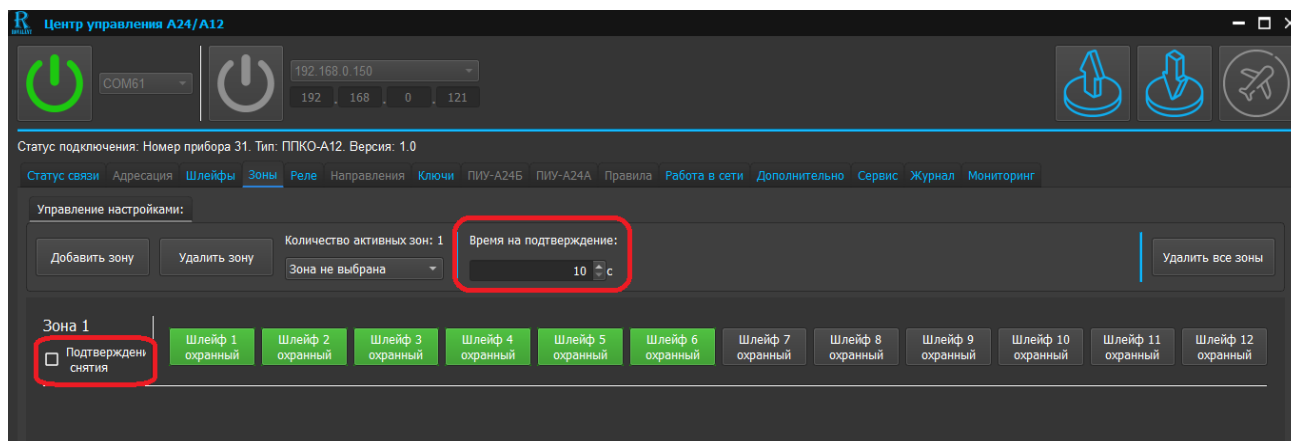

Рис. 35. Скриншот окна редактирования программной страницы «Зоны» для А12
Для А12 в окне программной страницы «Зоны» дополнительно доступны следующие настройки (см. рисунок 35):
6.2.3 Редактирование настроек «Подтверждение снятия» и «Время на подтверждение» для A12 (см. рисунок 35)
6.2.4 При необходимости удаления всех зон (очистки страницы) необходимо нажать клавишу «Удалить все зоны» (см. рисунок 35).